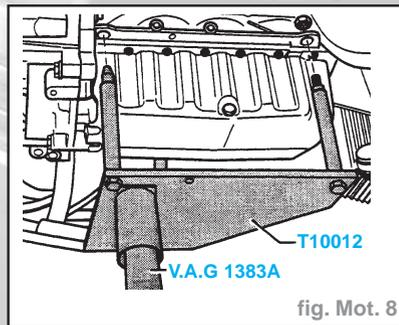

fig. Mot. 8
- Mettre en place le support de moteur **T 10012** dans l'élévateur pour moteur et BV **VAG 1383 A** (fig. Mot. 8).